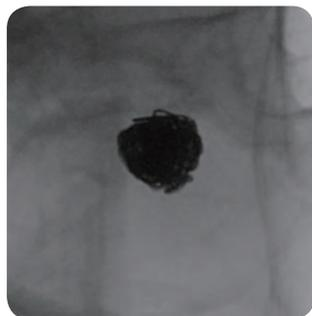

図 6
10)Target Helical Ultra 3mm×4cm, 11)Target Helical Ultra 3mm×4cm, 12) Target Helical Ultra 2.5mm×3cm, 13) Target Helical Ultra 2.5mm×3cm, 14) Target Helical Ultra 2mm×3cm, 15) Target Helical Ultra 2mm×3cm, 16) Target Helical Ultra 2mm×4cm, 17) Target Helical Ultra 2mm×2cmを挿入、カテーテルはまだ瘤内に留まったが、カテーテルを抜去して終了した(図6)。最終DSA撮影にて動脈瘤は完全閉塞しており、PICAの描出も良好であった(図7)。